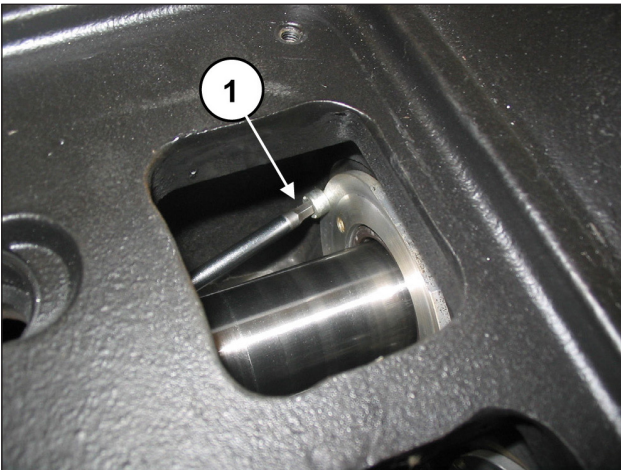

Abb. 117
Lösen Sie die zwei Befestigungsschrauben des Ölabbstreifing-Deckels (Pos. ①, Abb. 117).